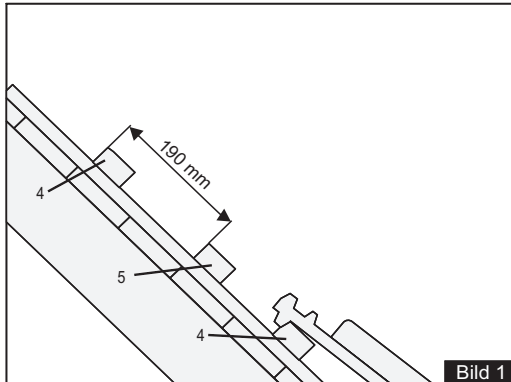

Bild 1
- Bei Dacheinbauteilen auf Metalldachplatten muss eine Stützlatte (5) - im Querschnitt der verwendeten Dachlatte - im Abstand von 190 mm von der Dachlattenoberkante zur Stützlattenoberkante auf der tragenden Dachkonstruktion (z.B. Sparren) angebracht werden (Bild 1). Dadurch wird die Belastung direkt über die Stütz- und Dachlatte in die Dachkonstruktion abgeleitet. Eine Belastung der Ziegel und Steine (Bruchgefahr) erfolgt somit nicht.